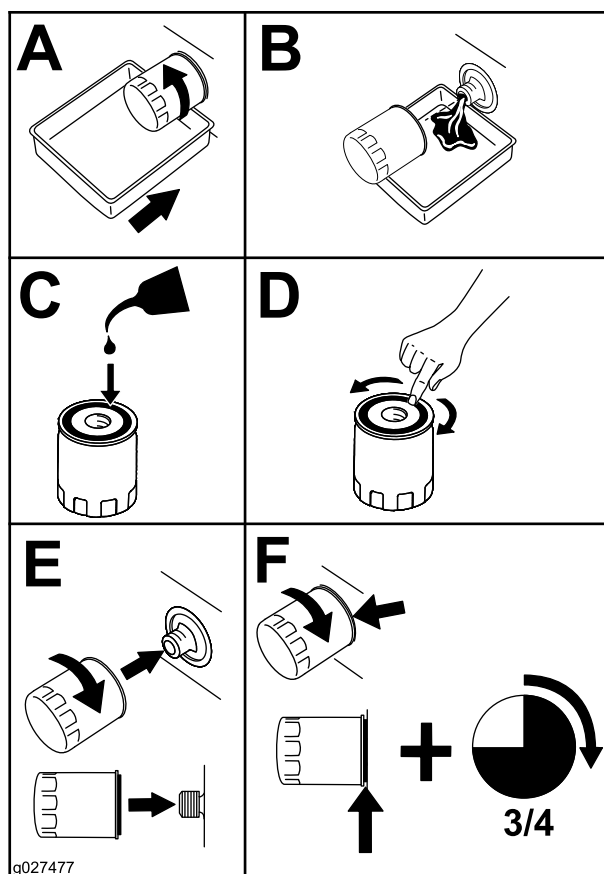

Figure 61
5. Remplacez le filtre à huile moteur (Figure 61).